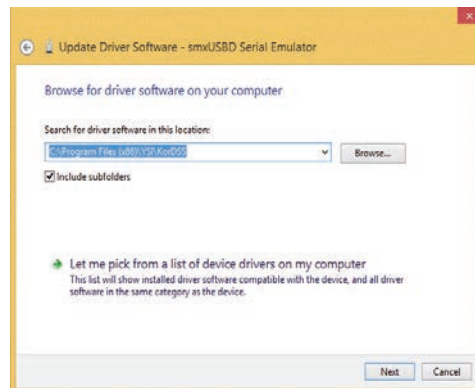

Figura 83 Percorso del driver di Windows 8/8.1
11. Fare clic su **Sfogliare**, individuare la cartella: **C:\Programmi (x86)\YSI\KorDSS** per i sistemi a 64 bit o **C:\Programmi\YSI\KorDSS** per i sistemi a 32 bit (Figura 83). Fare clic su **Avanti**.